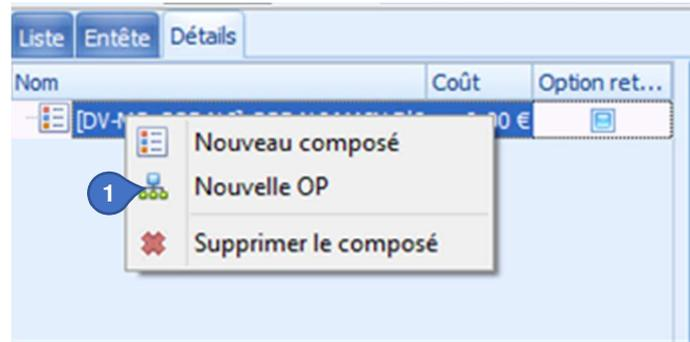

Figure 10 - Création d'une nouvelle opération
1. On clique sur nouvelle OP (1 - Figure 10)
5. S'il y a une sous-traitance, cocher la case (5), il faudra indiquer le fournisseur et cela active automatiquement la saisie simplifiée.